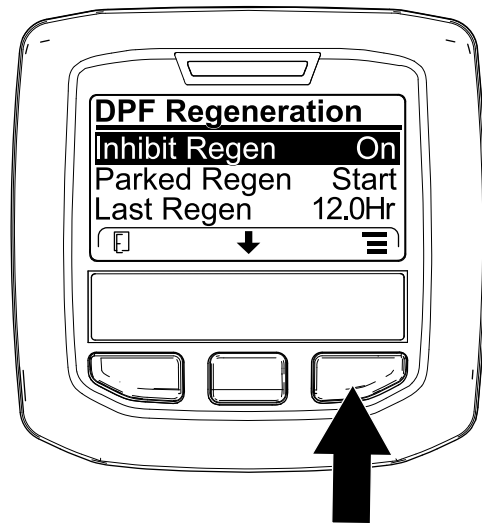

Figura 70
1. Acceda al menú DPF Regeneration (Regeneración de DPF), pulse el botón central para desplazarse hacia abajo, hasta la opción INHIBIT REGEN (Inhibir regeneración) y pulse el botón derecho para seleccionar la opción Inhibit Regen (Figura 70).
2. Pulse el botón derecho para cambiar el ajuste de inhibición de regeneración de Activado a Desactivado (Figura 70) o viceversa (Figura 71).